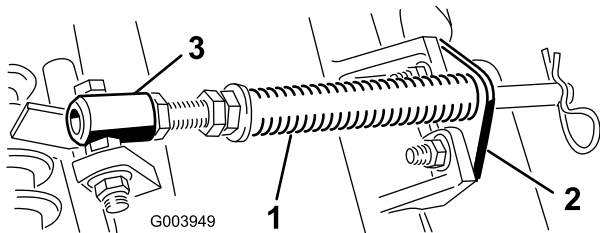

図 5
A. Cuttingユニットのタブにロッド・ブラケットを固定しているキャリッジ・ボルト2本を外す (図 5)。
B. スプリング・チューブのボルトをキャリア・フレームのタブに固定しているフランジ・ナット (図 5) を外し、アセンブリを取り外す。